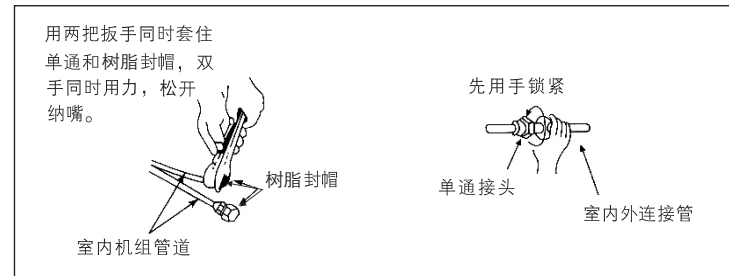

图 18
- (1) 将树脂封帽拆开，如图18所示。
- (2) 连接时，应在单通螺母及管的喇叭口上涂上少许冷冻润滑油，以防螺母损坏，且按图18所示对准管道拧紧。